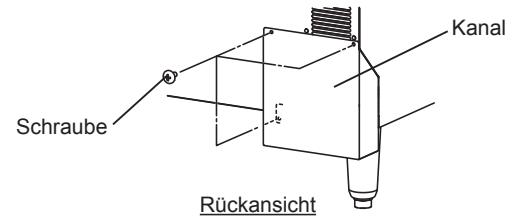

Abb. 1
- 5) Den Kanal an der Rückwand mit den drei mitgelieferten Schrauben anbringen. Siehe Abb. 1.